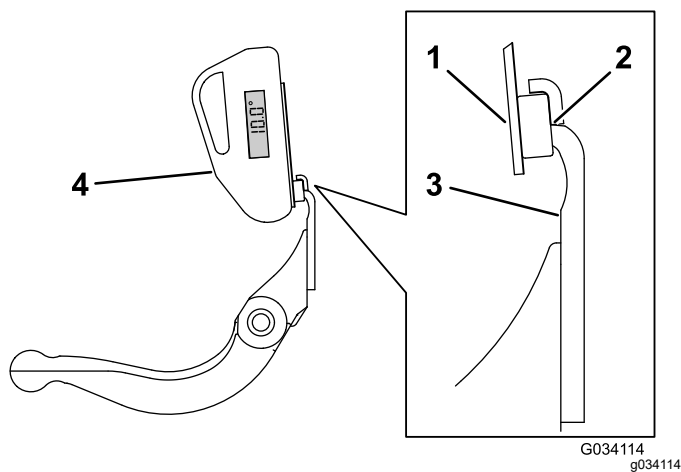

Bild 34
3. Legen Sie die Neigungsmesserbefestigung an die Kante des Untermessers, sodass die Kante des Magnets bündig mit der Kante des Untermessers ist (Bild 34).
4. Legen Sie den Neigungsmesser auf die Befestigung, wie in Bild 34 abgebildet.